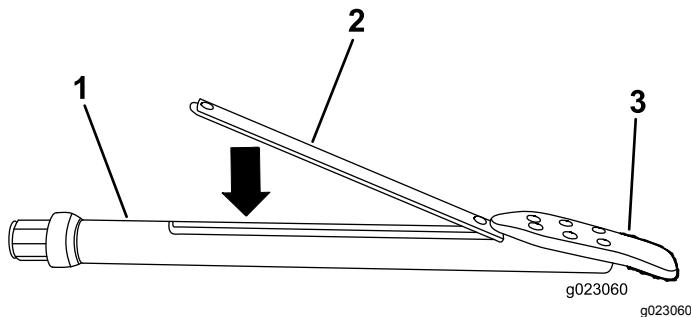

Рисунок 59
3. Вставьте маяк в корпус зонда передним концом в сторону буровой лопатки (Рисунок 59).